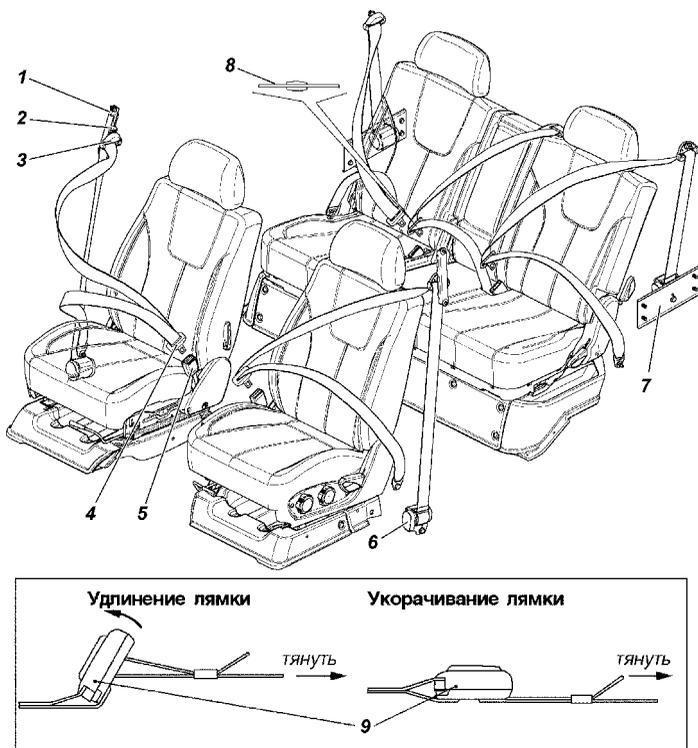

Рис. 3.25. Ремни безопасности:
Ваш автомобиль оборудован ремнями безопасности (рис. 3.25) для всех сидений, кроме задних дополнительных сидений.
**Внимание!** Следите за состоянием пластмассовой ограничительной клипсы 8 (рис. 3.25) среднего ремня безопасности.